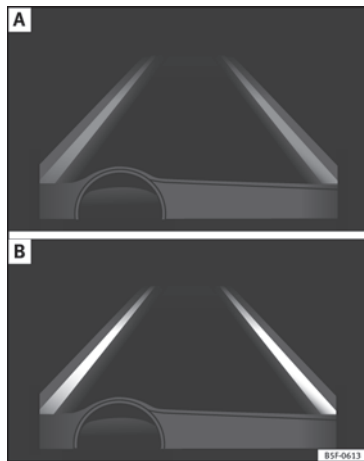

Abb. 197 Im Display des Kombiinstrument: Anzeige im Display des Spurhalteassistenten (Beispiel 1).
- System aktiv, aber nicht verfügbar, da die Mindestgeschwindigkeit nicht erreicht ist oder das System die Begrenzungslinien der Fahrspur nicht erkennt » **Abb. 197 A**.
genblick wird die Fahrtrichtung nicht korrigiert » **Abb. 197 B**.